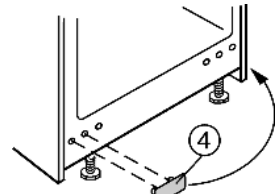

Fig. 4
- ▶ Abdeckung Fig. 4 (4) entfernen und freigewordene Befestigungslöcher damit verschließen.